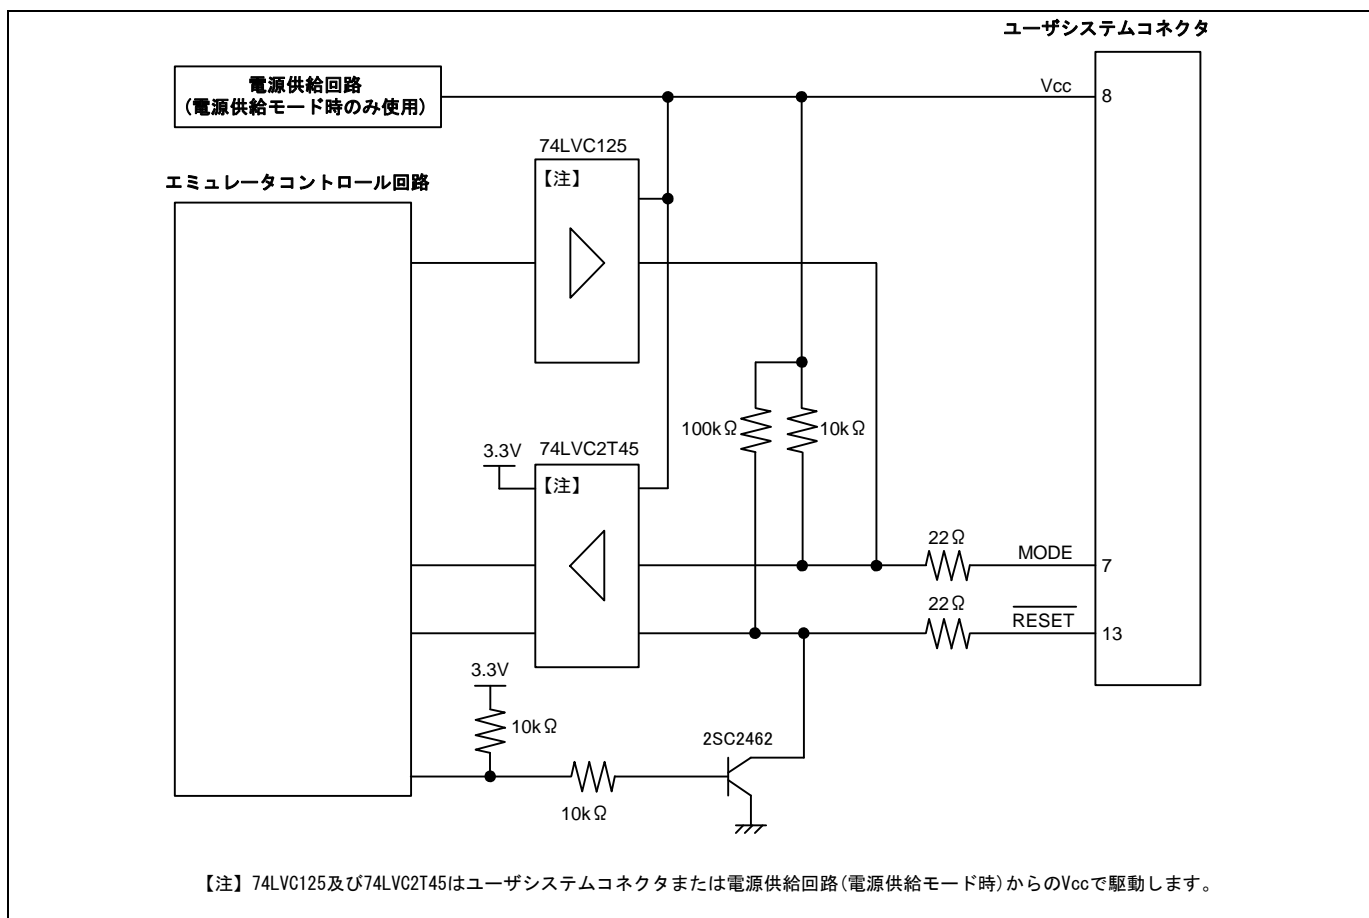

図5.4 エミュレータ内インタフェース回路 (参考)
7. 図5.4にE8aエミュレータ内インタフェース回路を示します。プルアップ抵抗の値などを決定するときに参考にしてください。